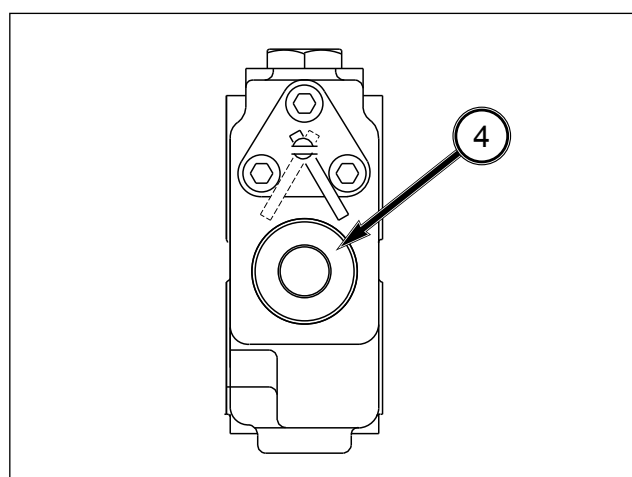

FIG. 75
FIG. 75 : Le sélecteur de fonction (4) doit être tourné vers la gauche. Le sélecteur de fonction se situe à l'arrière des distributeurs à tiroir cylindrique, côté droit.